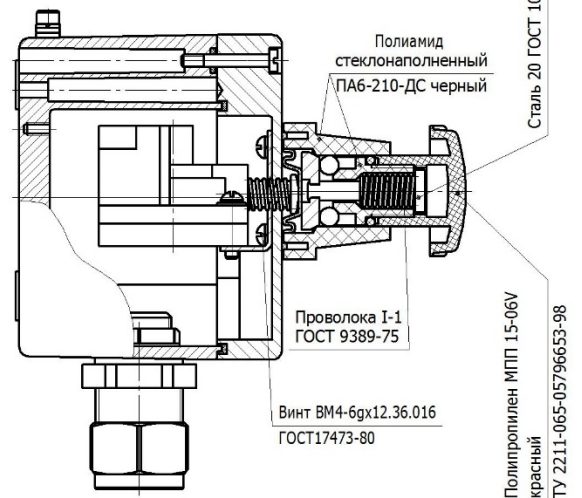

Рисунок 1 Общий вид и чертеж средств взрывозащиты постов управления ПВК-М(А) и ПВК-М(П).
3.1. Посты состоят из оболочки, образованной корпусом и крышкой, соединенных друг с другом винтами (рисунок 1).